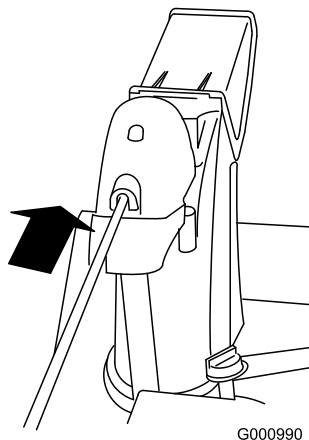

Figura 16
4. Inserite l'estremità anteriore dell'asta nell'apertura sulla parte posteriore del coperchio ingranaggi del camino di scarico fino a quando non scorre negli ingranaggi del camino di scarico (Figura 16).